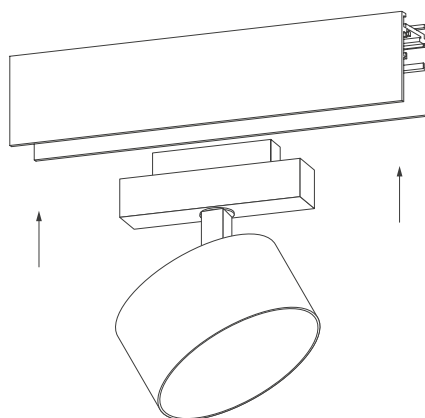

Рис. 2. Установка светильника
3.2. Установите светильник в необходимом месте шинопровода, как показано на рис. 2.